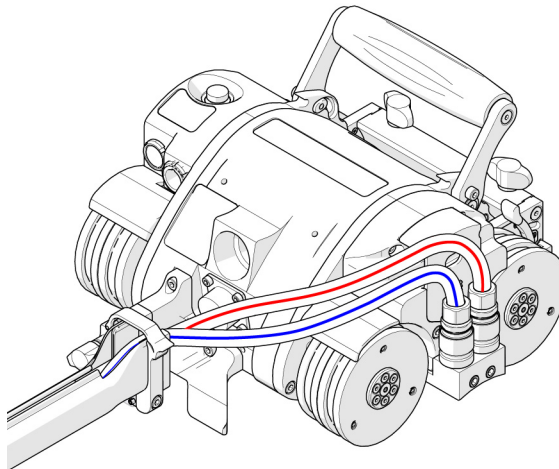

Abbildung 2-21 Schlauchführung zum Fahrwagen
2. Führen Sie die Schläuche durch das HT-Kabelmanagementsystem und schließen Sie sie an den Kühler an (siehe Abbildung 2-21 auf Seite 60).